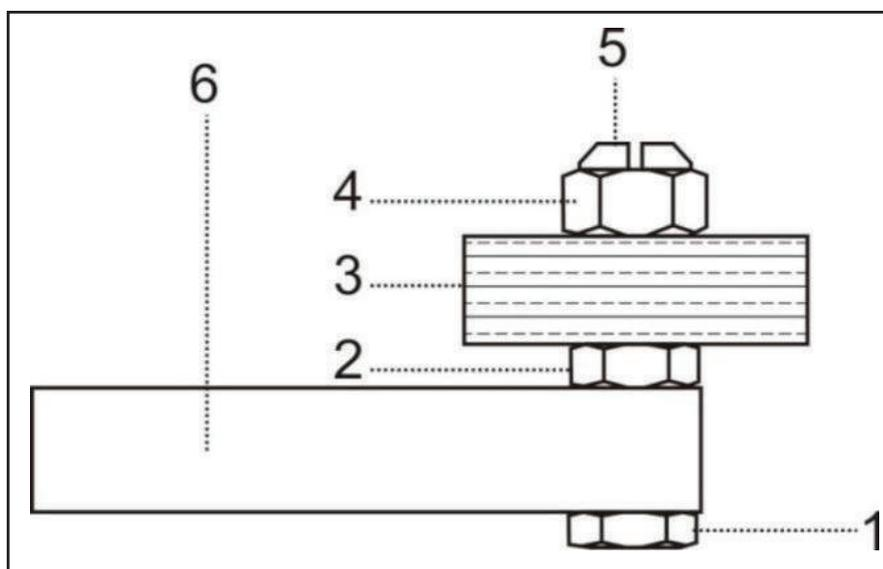
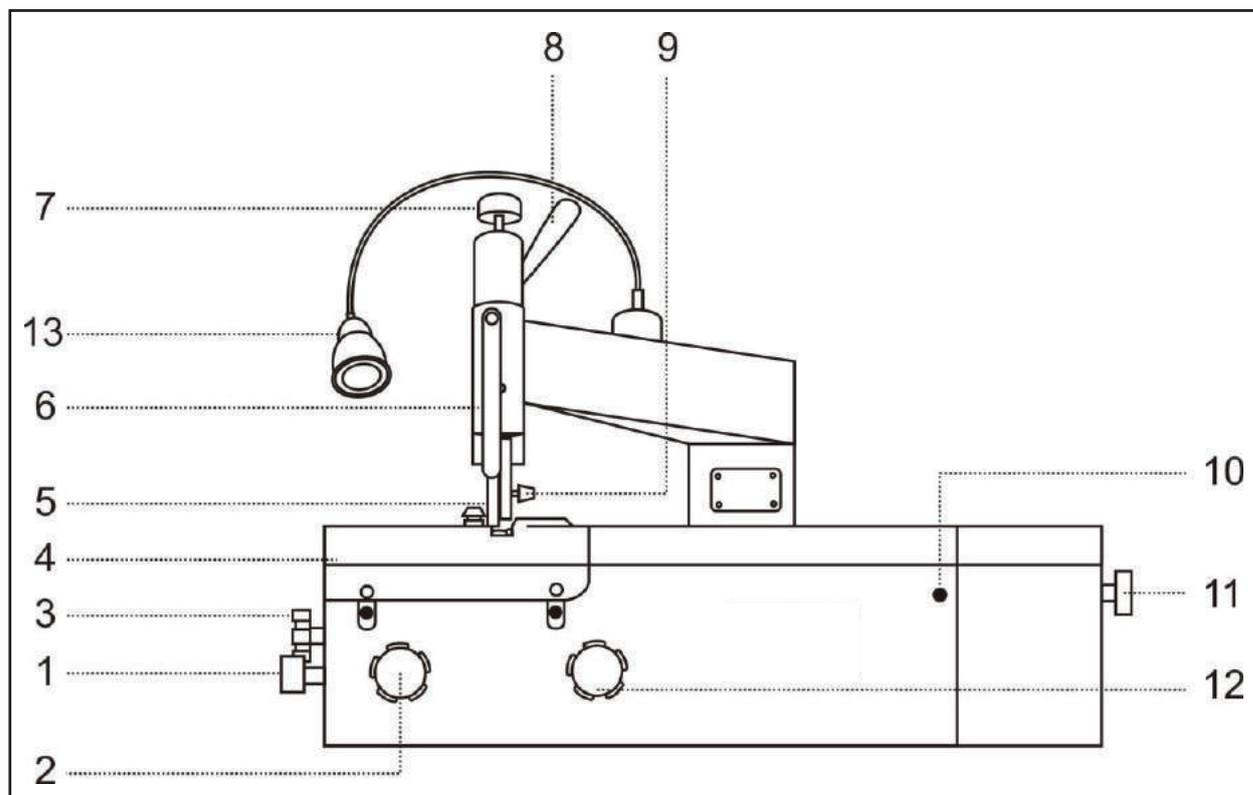

Fig.8 Mola ravvivatura.
Fig.10 Vista frontale.
- Routare l'alza piedino (8) verso l'alto e rimuovere il piedino come in Fig. 10 Pag.31.
- Ruotare il dispositivo di smerigliatura (12) Fig. 10 Pag.31 in senso orario per mantenere una certa distanza tra la mola e il coltello.
- Ruotare la manopola di regolazione dell'affilatura del coltello in senso orario (12) per mantenere una certa distanza tra la mola e il coltello. Fig.10
- Allentare il dado (1) esagonale e svitare la vite a testa tonda (5). Fig.8
- Allentare il dado esagonale (4) del carter (2) e svitarlo. Fig.8
- Rimuovere la mola di ravvivatura (3).
- Fare scorrere la mola diamantata (3) sul manicotto scorrevole (2).
- Serrare il dado esagonale (4) Fig.8
- Stringere delicatamente la vite a testa tonda (5) della mola di ravvivatura sul supporto (6), svitare di 1/4 di giro all'indietro
- Fissare il dado esagonale (1), a questo punto la mola di ravvivatura deve essere ruotata facilmente, questo processo deve essere ripetuto se necessario.
- Installare il coperchio del coltello (4). Fig.10.